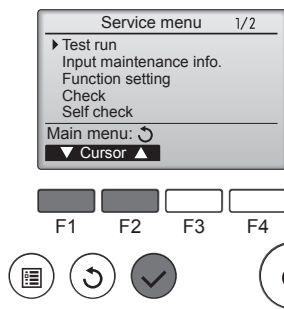

Fig. 7-4
- ③ Sélectionnez "Test run" (Test fonctions) à l'aide du bouton **[F1]** ou **[F2]** puis appuyez sur le bouton . (Fig. 7-4)